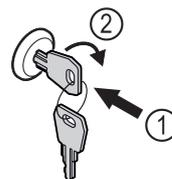

Fig. 163 Beispielhafte Darstellung
- ▶ Schlüssel hineindrücken Fig. 163 (1).
- ▶ Schlüssel um 90° im Uhrzeigersinn drehen Fig. 163 (2).